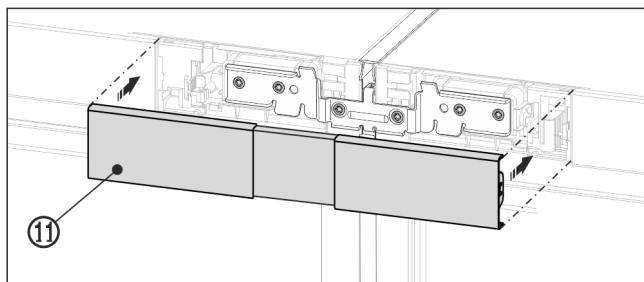

Fig. 24 Piemēra attēlojums
- Nofiksējiet augšējo pārsegu Fig. 24 (11) uz vēl vaļējās abu vadības bloku aizsegu spraugas. Uzmaniet, lai pārsega ārējās puses vienā līmenī noslēgtos ar vadības bloku aizsegumiem.